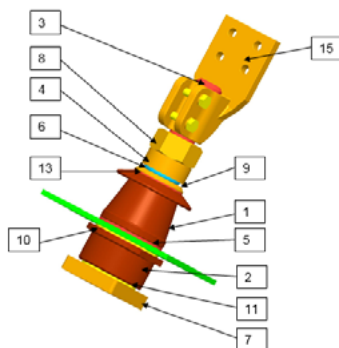

Figura 5
- El perno con la arandela inferior (3) debe ser instalado como se muestra en la figura 5 (el aislamiento inferior (2) con las juntas (11) y (10) ensambladas con el perno), a través del agujero del depósito.
- Ensamblaje de los componentes: (5), (1), (13), (9), (6), (4), (8) y una vez que el casquillo aislante está lleno de aceite, hay que sacar el aire del interior desenroscando la tuerca (8) y finalmente se debe aplicar el par nominal a la tuerca superior (ver tabla 18).